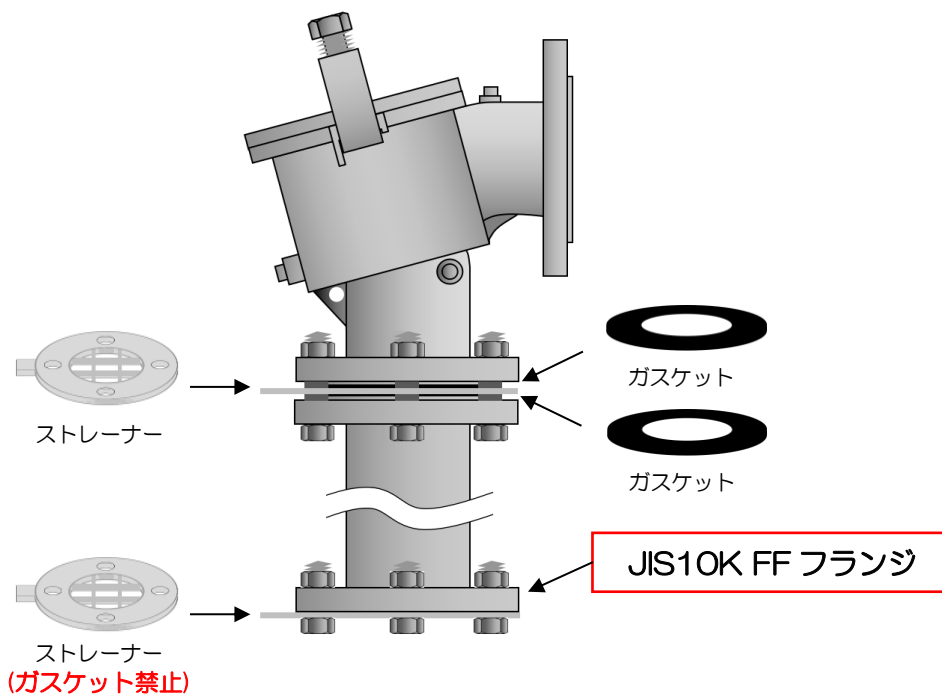

図 1-3. 一次側配管へのストレーナーの接続
- 一次側配管の下端の FF フランジへストレーナーを取り付けてください。劣化のおそれがあるため一次側配管の下端はガスケットを使用しないでください（図 1-3）。
- 一次側配管の上端と本製品の間にもストレーナーを取り付けてください。ストレーナーの両面にガスケットを用い、気密性を確保してください（図 1-3）。